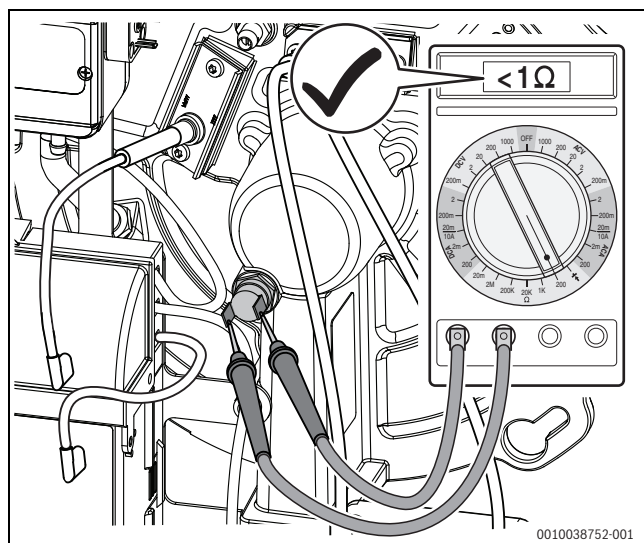

Bild 54 Elektrischen Widerstand an den Kontakten des Temperaturwächters messen (Temperaturwächter in Ordnung)
- ▶ Elektrischen Widerstand an den Kontakten des Temperaturwächters messen (→ Bild 54).